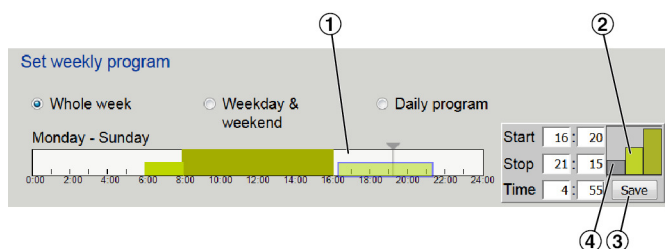

Рис. 44: Часы работы
3. Чтобы настроить новый таймер (период времени), сначала нажмите на белую область (Рис. 44/1), затем выберите скорость вентилятора (низкая или высокая скорость) (Рис. 44/2). Введите время начала и окончания, используя клавиатуру, или двигайте курсор мышкой. Затем сохраните настройки (Рис. 44/3).
Чтобы изменить таймер, выделите период мышкой, и измените его. Затем сохраните настройки (Рис. 44/2).
Чтобы удалить таймер, отметьте его мышью, затем выберите «Стоп» (серая полоса - Рис. 44/4); это удалит таймер.